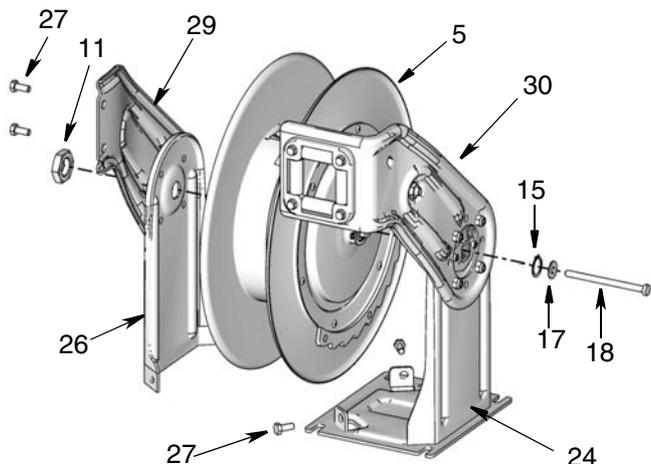
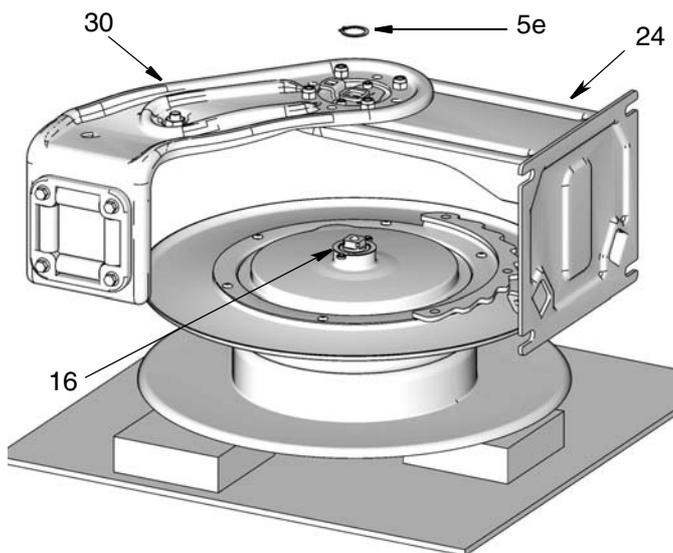

ABB. 16
ABB. 17
- Entnehmen Sie die große Mutter (11) (ABB. 16).
- Entnehmen Sie die beiden Schrauben (27), die den Fuß (26) am Sockel (24) halten und die beiden Schrauben (27), die den Führungsarm (29) am Führungsarm (30) halten (ABB. 16).
- Entfernen Sie den Führungsarm und die Fußeinheit komplett (26/29) in einem Teil und legen Sie es für den Einbau der neuen Spule beiseite (ABB. 16). Diese Teile müssen nicht auseinander genommen werden.
- Legen Sie den Schlauchaufroller auf die Seite, so dass Sie leicht an den Führungsarm und den Fuß (24/30) gelangen. Entfernen Sie die lange Schraube (18) und die Unterlegscheiben (15/17) (ABB. 16 und ABB. 17).
- Entfernen Sie den Sprengring (5e) (ABB. 17).
- Legen Sie die neue Spule (5) seitlich auf eine Werkbank. Stellen Sie sicher, dass die flache Seite der Spule auf den Tisch und die Seite mit der Verzahnung nach oben weist, wie in ABB. 17 dargestellt.
**HINWEIS:** Es ist einfacher, den Führungsarm mit Fußeinheit auf der Spule zu befestigen, wenn die Spule gesichert ist und möglichst eben aufliegt. Das Unterlegen von einigen Holzstücken mit einer Dicke von circa 1 Zoll, wie in ABB. 17 (Seite 22) dargestellt, kann dabei hilfreich sein, die Spule beim Einbau des Arms abzustützen.
- Setzen Sie die Scheiben (15/17) und die lange Schraube (18) ein, ziehen Sie die Schraube aber NICHT fest.
19. Bauen Sie die große Mutter (11) ein ABB. 16, Seite 22. Ziehen Sie die Mutter mit einem Drehmoment von 378 - 467 N.m (85-105 ft lbs) fest.
20. Ziehen Sie die Schraube (18) an.
21. Richten Sie Führungsarm (29) und Führungsarm (30) aus. Montieren Sie die Schrauben (27). Ziehen Sie die Schrauben mit einem Drehmoment von 89 - 133 N.m (20-30 lbs) fest.
22. Richten Sie die Fußeinheit (26) am Sockel (24) aus. Montieren Sie die 2 Schrauben (27). Ziehen Sie die Schrauben mit einem Drehmoment von 89 - 133 N.m (20-30 lbs) fest.